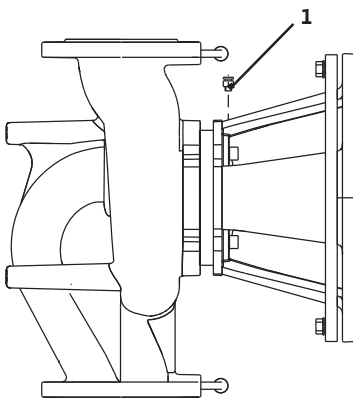

Fig. 41: válvula de ventilación
- Purgue las bombas soltando las válvulas de ventilación (fig. 41, pos. 1). La marcha en seco daña el cierre mecánico de la bomba. No purgue la sonda de presión diferencial (riesgo de daños).